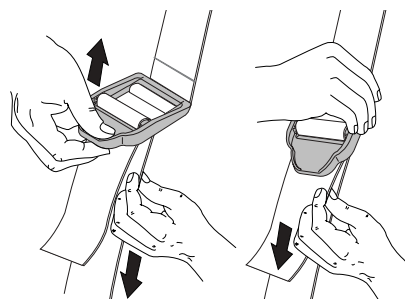

Figure 6
4. Réglez la longueur en fonction de la taille de l'opérateur. Tirez la languette pour rallonger ou tirez la bande pour raccourcir (Fig. 6).